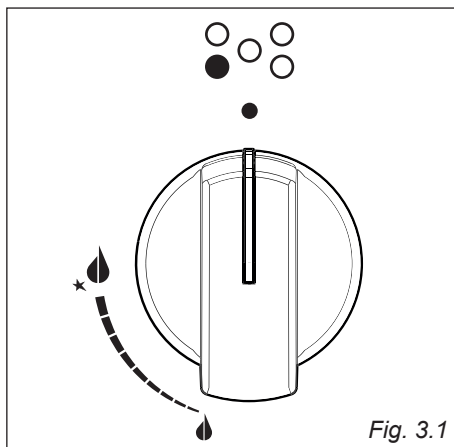

Fig. 3.1
L'afflusso del gas ai bruciatori è regolato da un rubinetto valvolato comandato dalla manopola di fig. 3.1.
- √ L'accensione elettrica è incorporata nelle manopole dei bruciatori e si identifica per il simbolo "★" vicino al simbolo "●" (fig. 3.1).